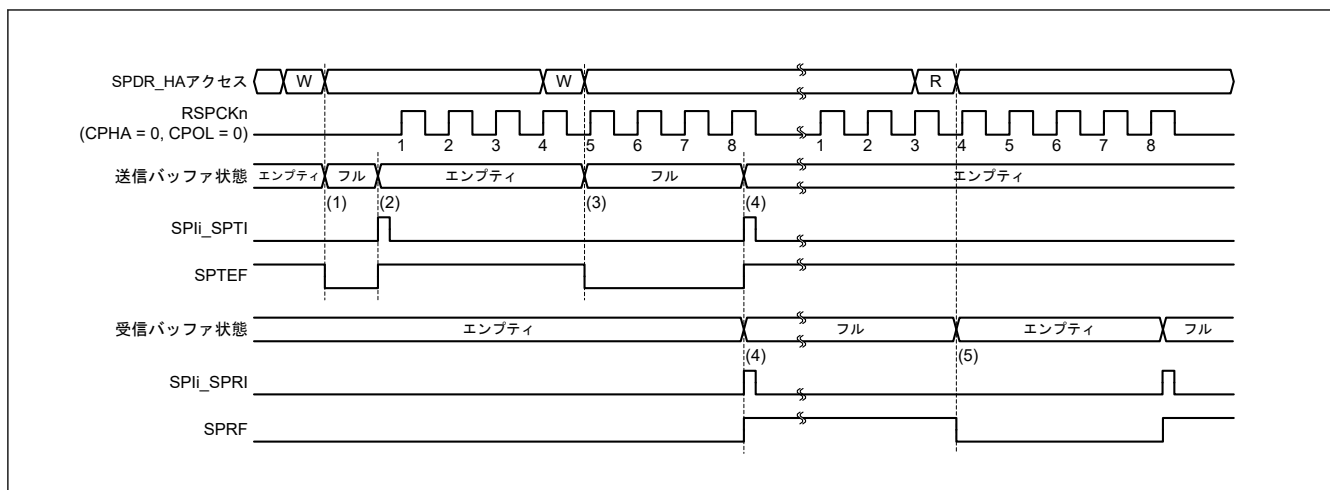
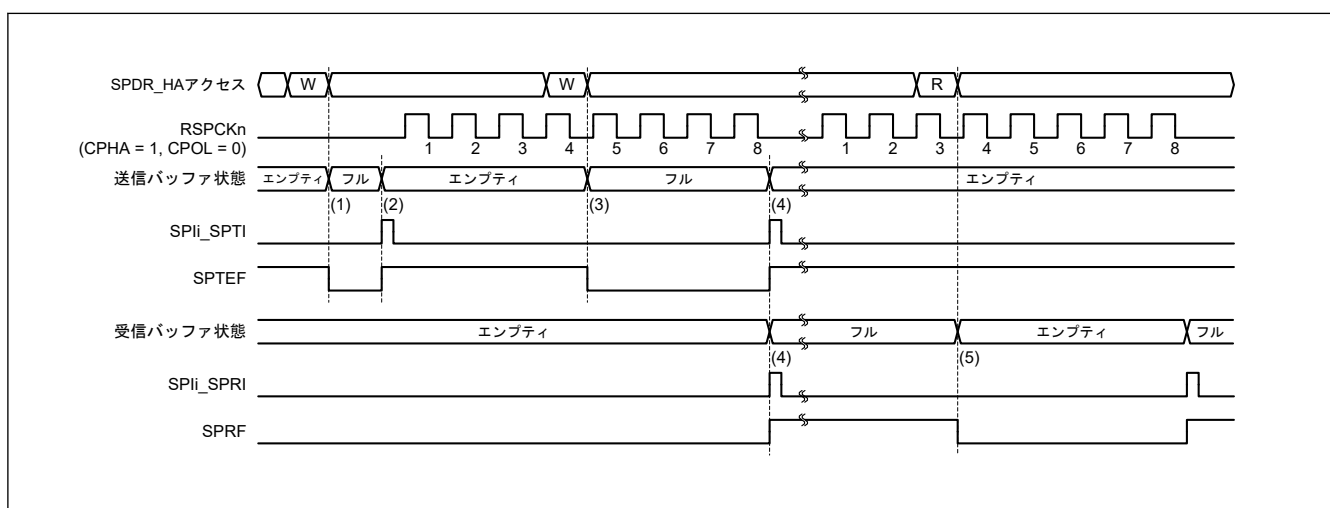

図 26.25 SPli SPTI、SPli SPRI 割り込みの動作例 (CPHA = 0、CPOL = 0)
図 26.26 SPIi SPTi、SPIi SPRI 割り込みの動作例 (CPHA = 1、CPOL = 0)
図 26.25 および図 26.26 に、送信バッファエンプティ割り込み (SPi_SPTI) と受信バッファフル割り込み (SPi_SPRi) の動作例を示します。図 38.26 および図 38.27 に記載した SPDR レジスタアクセスは、SPDR_HA レジスタへのアクセス状況を示しています。W は書き込みサイクル、R は読み出しサイクルを示しています。図 26.25 では、SPCR.TXMD ビットが 0、SPCMD0.CPHA ビットが 0、SPCMD0.CPOL ビットが 0 の設定で、SPI が 8 ビットのシリアル転送を実行しています。図 26.26 では、SPCR.TXMD ビットが 0、SPCMD0.CPHA ビットが 1、SPCMD0.CPOL ビットが 0 の設定で、SPI が 8 ビットのシリアル転送を実行しています。RSPCKn 波形の下に記載した数字は、RSPCK サイクル数 (= 転送ビット数) を示しています。
以下に、図 26.25 および 図 26.26 の (1)～(5) での SPI の動作内容を説明します。